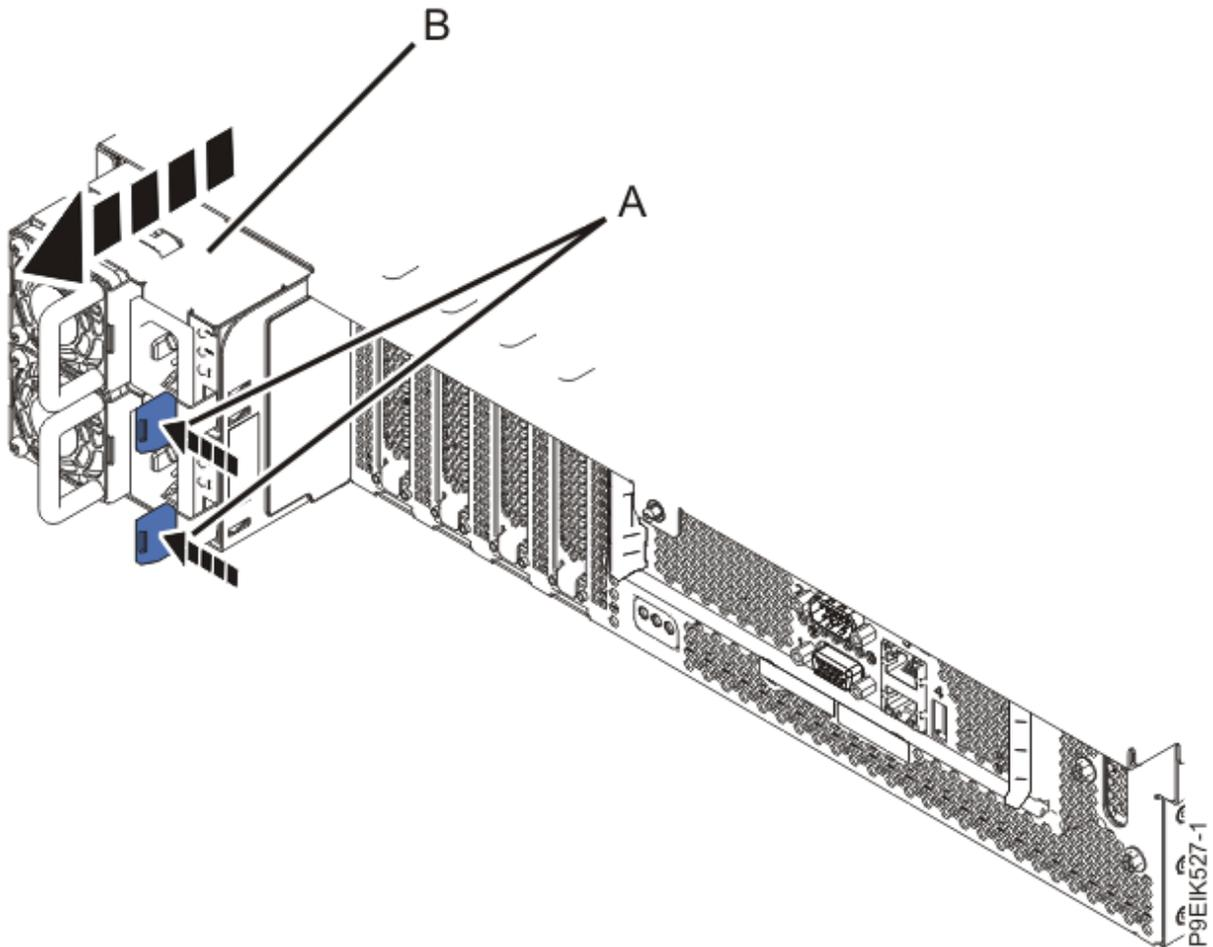

Figura 58. Remover as fontes de alimentação do sistema
9. Remova as fontes de alimentação do sistema conforme demonstrado em Figura 58 na página 96.